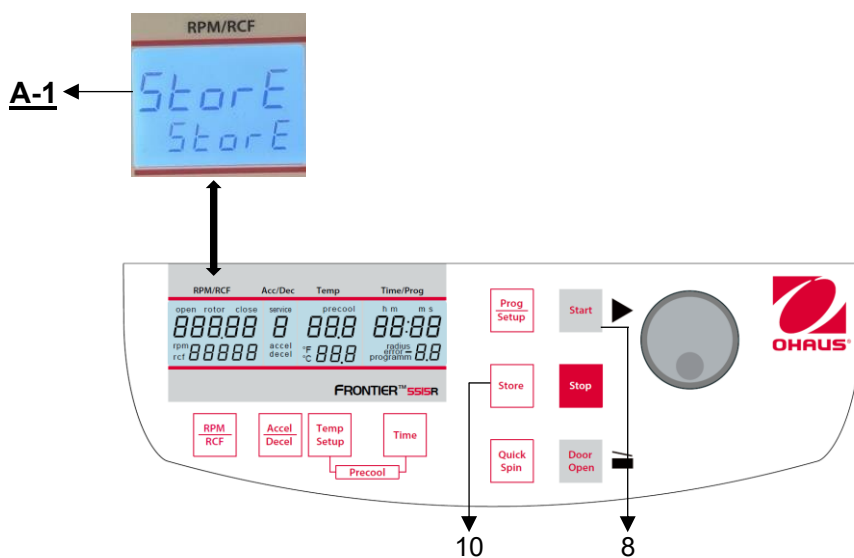

Figure 30
Tous les réglages modifiés doivent être confirmés par la touche **"Start"**(8) ou **"Store"** (10). Le mot **"Store"** apparaît sur l'écran **"RPM | RCF"** (A-1) - Ce n'est qu'ensuite que les présélections sont valables (voir figure 30). Après avoir mémorisé les réglages, vous pouvez repasser en mode programme normal en éteignant la centrifugeuse pendant un court instant.